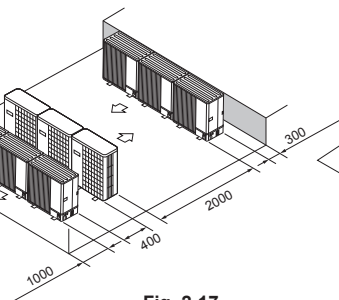

Fig. 2-17
- (6) Disposition pour plusieurs appareils parallèles (Fig. 2-17)